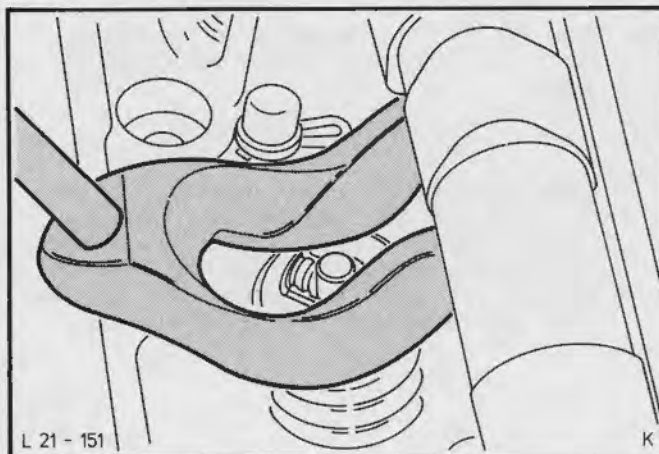

Fig.102. Monter af ventilfjeder med specialværktøj 21-005-A
17. Monter ventilfjedrene og fjederholderne, tryk dem sammen med specialværktøj 21-005-A og monter ventillåsene, Fig.102. Smør kugleboltene med SAE 80/90 Hypoidolie og monter vippearmene.